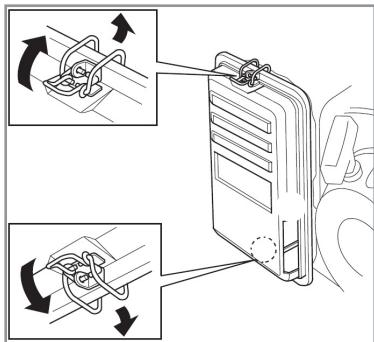

Рис. 16 Снятие крышки воздушного фильтра
(1) Техническое обслуживание должно осуществляться более часто, при работе в пыльных условиях.
(2) Данный вид работ необходимо выполнять в авторизованном сервисном центре.
- Очистите от загрязнений крышку-щуп и зону вокруг маслозаливной горловины. Извлеките крышку-щуп из маслозаливной горловины (Рис. 16) и протрите щуп чистой ветошью.
1. Отстегните защелки крышки воздушного фильтра и снимите крышку воздушного фильтра (Рис. 16).